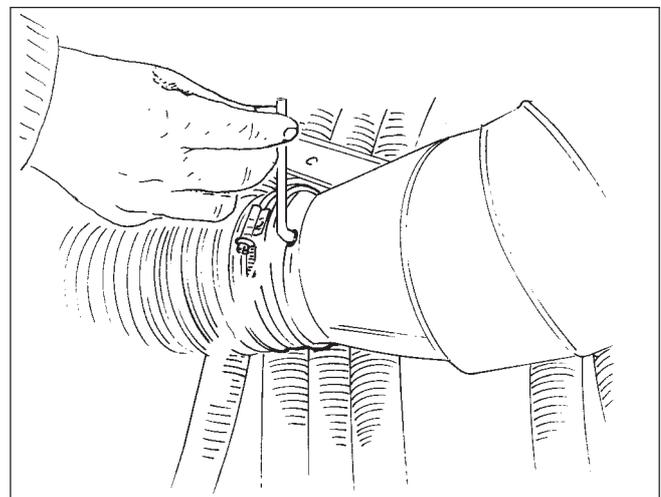

Fig. 11.5
- geschlossen:** (siehe Fig. 11.5).